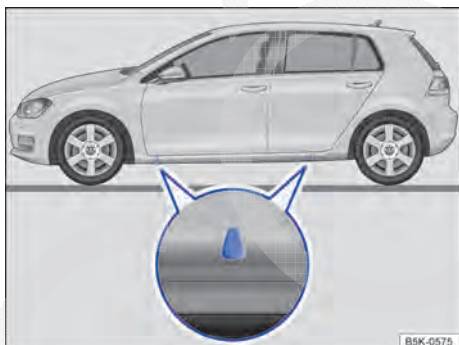

Fig. 245 Pontos de apoio do macaco.
O macaco somente pode ser posicionado nos pontos de apoio indicados (marca na carroceria) → Fig. 245. Deve ser considerado o ponto de apoio localizado junto à roda correspondente → ⚠️.
5. Procurar sob o veículo o ponto de apoio do macaco → Fig. 245 mais próximo da roda a ser trocada.